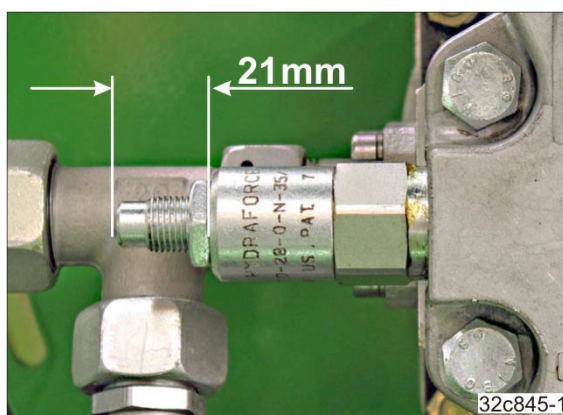

Bild 166
2. Ställ in tryckbegränsningsventilen på det fabriksinställda måttet "21 mm" (Bild 166).